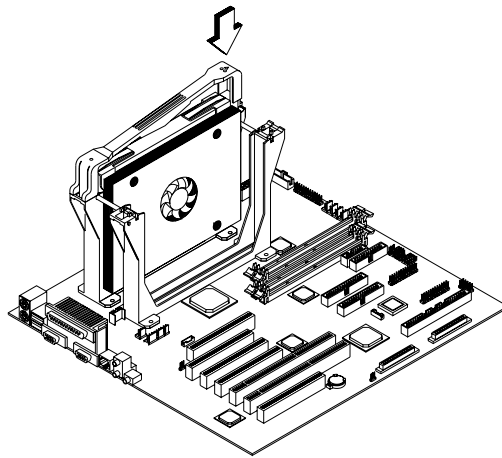

Figura 3-7 Tapa del mecanismo de retención
4. Utilice la tapa del mecanismo de retención para fijar el procesador presionándolo hasta que quede bloqueado con el mecanismo de retención, como muestra la Figura 3-7.